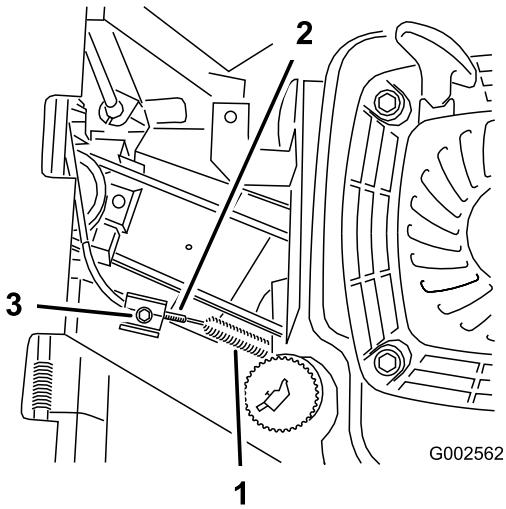

Figura 30
- Afloje el tornillo de la abrazadera hasta que se deslice el conducto del cable del freno (Figura 30).